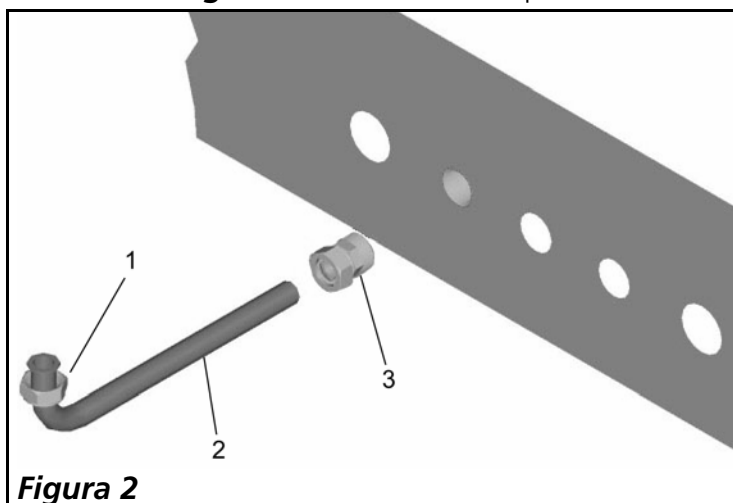

Figura 2
- utilizzare i relativi girelli (n° 1 in **Figura 2**) per collegare i tubi (n° 2 in **Figura 2**) presenti nel kit
- utilizzare i raccordi tipo "bicono" (n°3 in **Figura 2**) per collegare i tubi alle connessioni "femmina" a parete